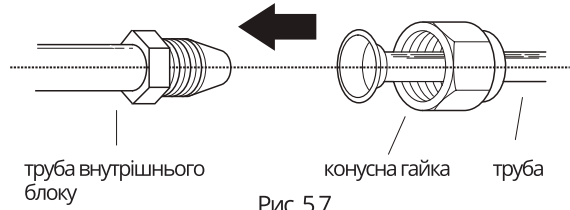

Рис. 5.7.
1. Зрівняйте центри двох труб, які будуть з'єднуватися. Див. Рис. 5.7.